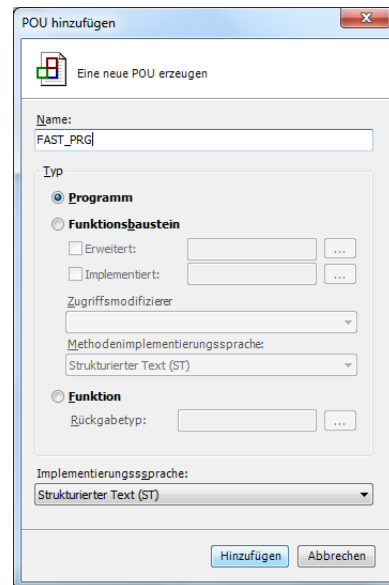

Abbildung 67: Steuerungs- und Task-Konfiguration
- Erstellen Sie die POU „FAST_PRG“ gemäß Abbildung 67.